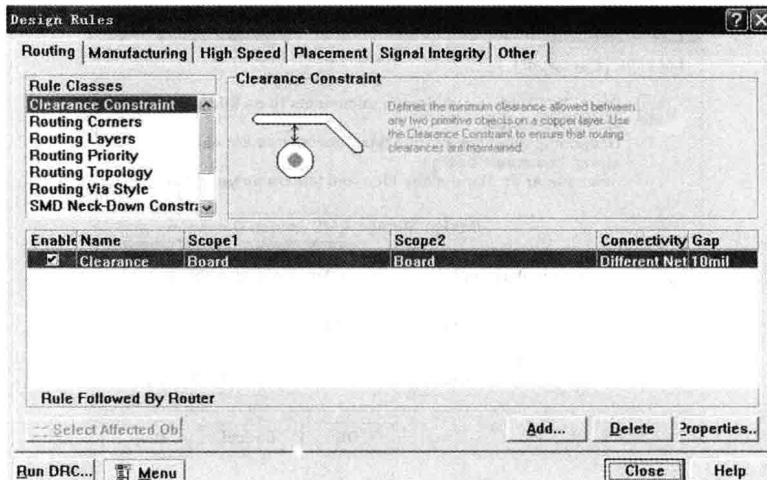

图 1-3 新增设计规则
(3) 在布线方面,Protel 99SE 提供了 7 种新的设计规则(Design Rules)、5 种设计规则锁定范围(Scope)和具有设计规则的汇入/汇出功能及各种设计规则报告资料输出的功能,如图 1-3 所示。